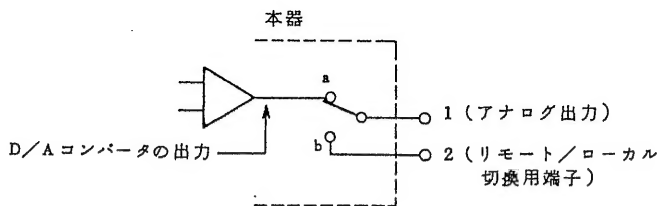

図 3 - 5
- 内部結線は図 3 - 5 のようになり、パネルのリモート／ローカル切り換え用スイッチを REMOTO の方へたおすとスイッチは、a に接続されて D/A コンバータの出力は 1 番端子 (アナログ出力) へ接続され、D/A コンバータの出力が有効になります。LOCAL の方へたおすと、スイッチは b に接続されて D/A コンバータの出力は切りはなされ、1 番 2 番をショートします。この状態が電源後面端子板のジャンパーをした状態になるよう 2 番端子を配線します。(図 3 - 6 参照)